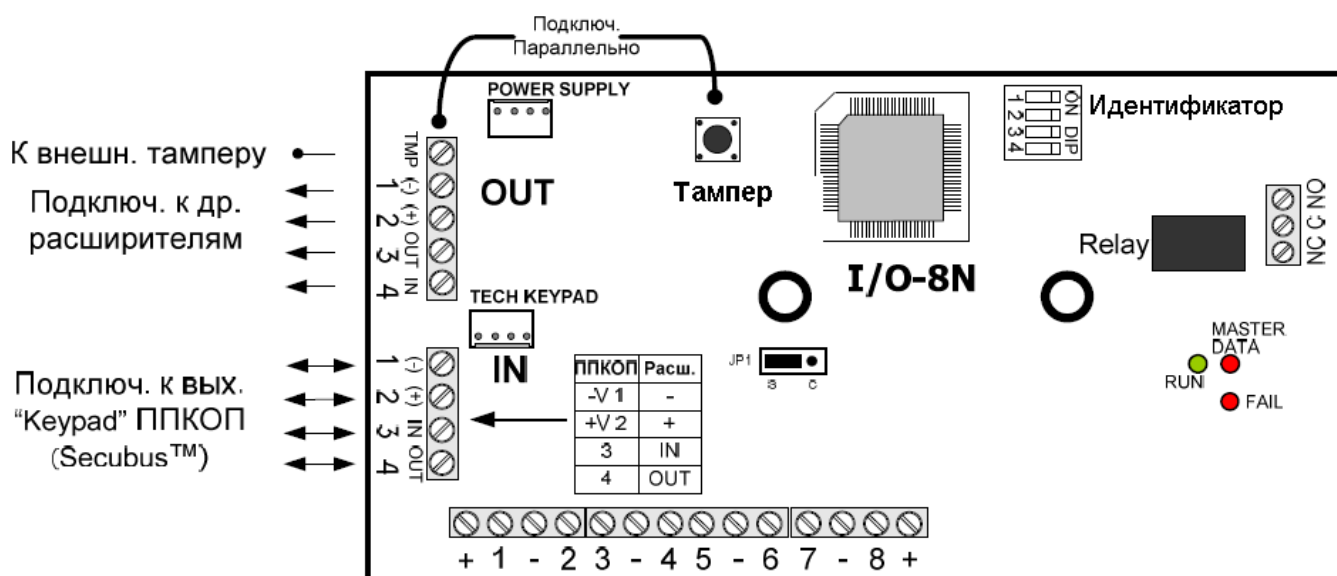

Рисунок 18 - Выносной расширитель I/O–8N
CAPTAIN-I(8) имеет возможность работы с различными типами расширителей: внешних расширителей I/O–8N (см. Рисунок 18), беспроводных приемников-расширителей I/O–WN.